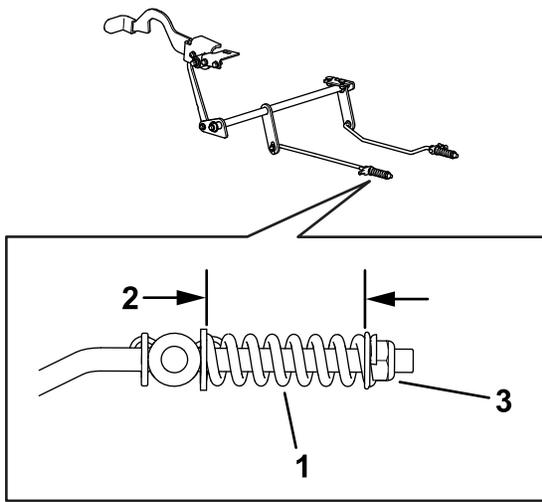

Рисунок 60
8. Проверьте длину обеих пружин, как показано на Рисунок 60. Если необходима регулировка, поверните гайку крепления пружины по часовой стрелке для уменьшения длины пружины и против часовой стрелки для ее увеличения. Повторите пункт 6.